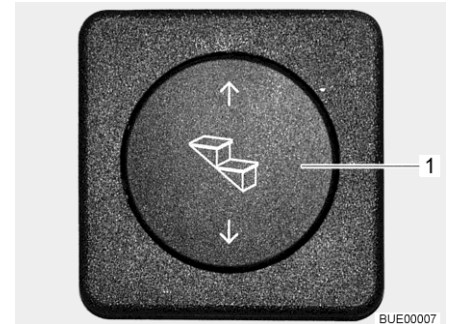

Fig. 9 Touche marche pied
- Appuyer sur la partie inférieure du bouton-poussoir basculant (Fig. 9,1) et la maintenir pressée (pendant au moins 3 secondes) jusqu'à ce que le marche pied soit entièrement sorti.
- Appuyer sur la partie supérieure du bouton-poussoir basculant (Fig. 9,1) jusqu'à ce que le marche pied soit entièrement ressorti.